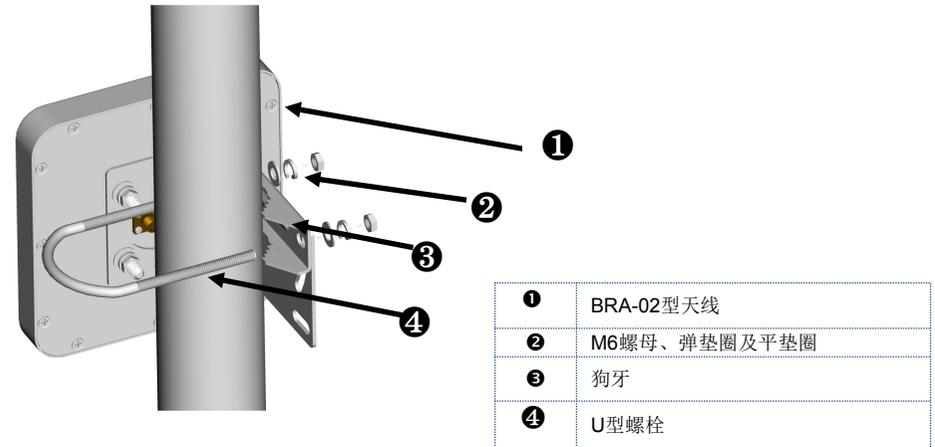

图5 BRA-02型天线安装到支柱上
- 步骤二：用“M6 U型螺栓、螺母弹垫圈及平垫圈”及“狗牙”将天线固定在竖向钢架结构或支柱上，见图5。